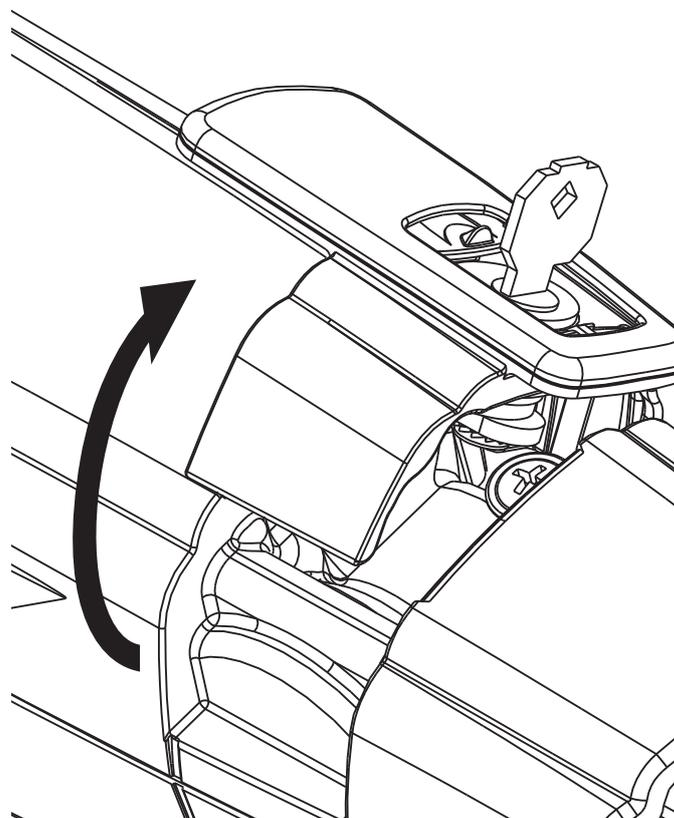

fig. 18
- 4_ Gire, tal como se muestra en la fig.18, la palanca de desbloqueo hacia arriba para desbloquear el actuador.